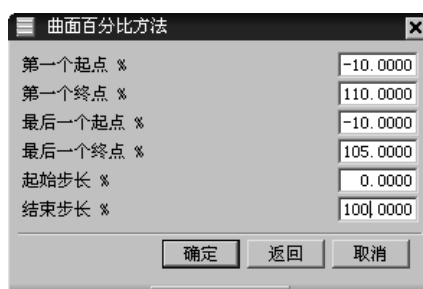

图 5.5.14 “曲面百分比方法”对话框
Step3. 在 **切削区域** 下拉列表中选择 **曲面 %** 选项，系统弹出“曲面百分比方法”对话框，参数设置值如图 5.5.14 所示，完成后单击 **确定** 按钮，系统返回到“曲面区域驱动方法”对话框。